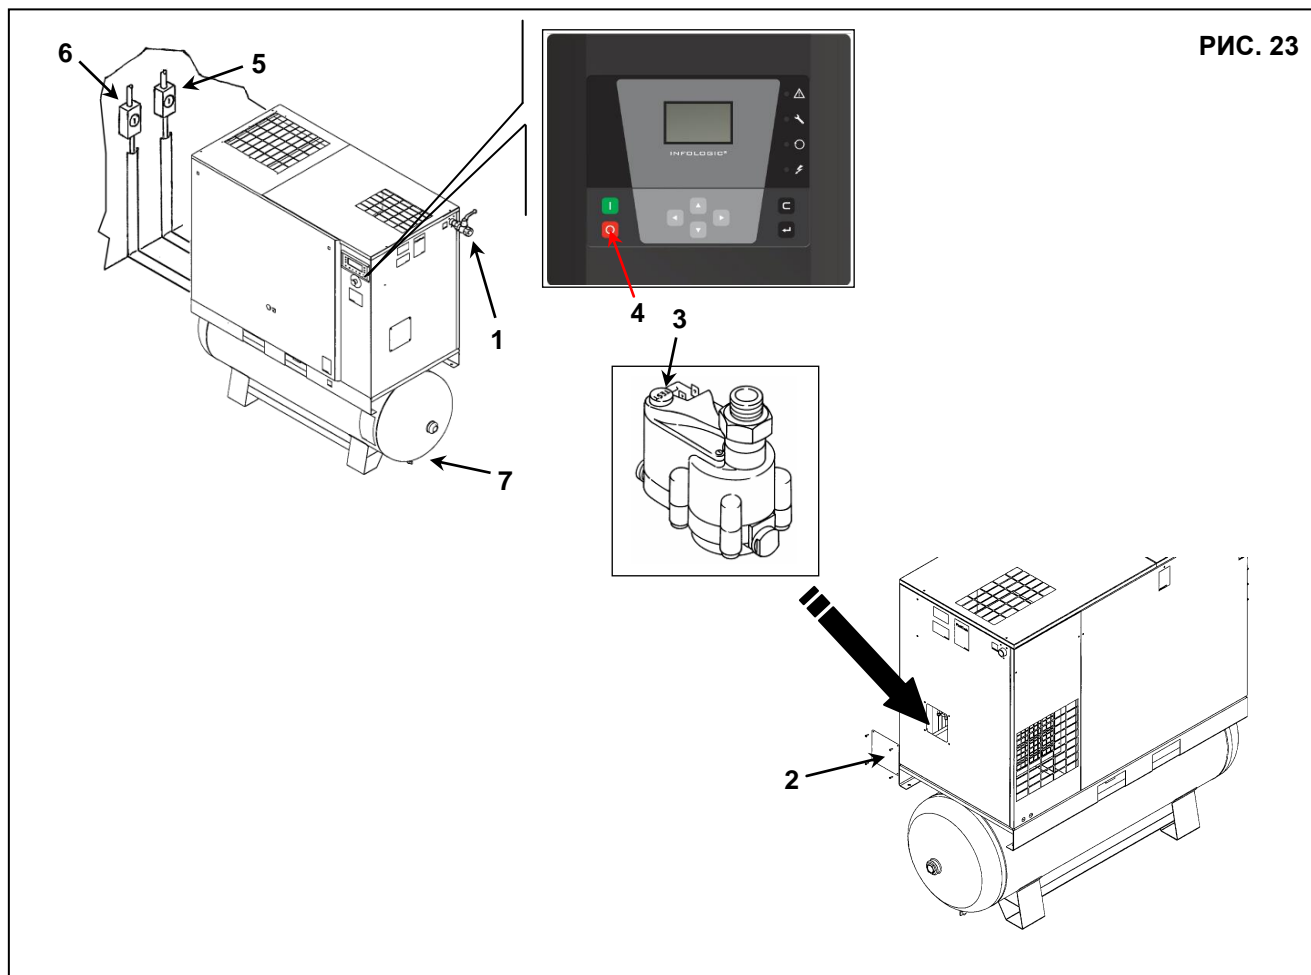

РИС. 23
- Закройте кран (поз. 1, Рис. 23).
- Снимите панель, поз. 2, рис. 23
- Выключите машину кнопкой (поз. 4, Рис. 23): при этом машина остановится через 45 секунд работы на холостом ходу.
- Отключите подачу питания с помощью рубильника поз. 5 рис. 23 (для винтового компрессора) и поз. 6 рис. 23 (для осушителя, если имеется).
- Сбросьте давление, повернув кран (поз. 7, Рис. 23).
- Закройте краны, поз. 7, рис. 23, после полного сброса остаточного давления воздуха.